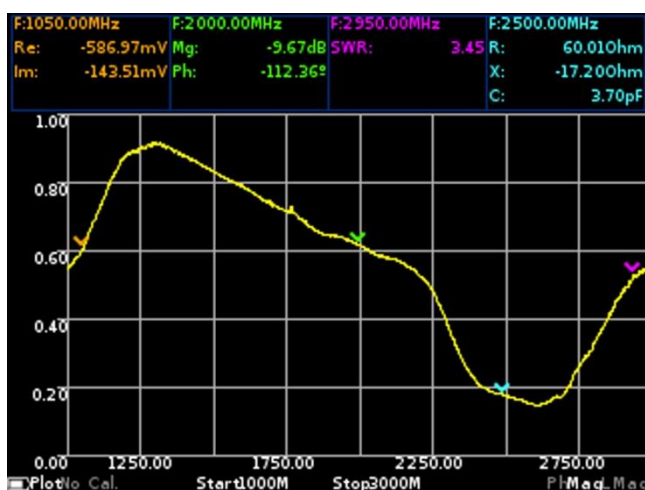

Рисунок 10.4 – Линейный график магнитуды КО
10.4.1. На данном графике отображается зависимость магнитуды КО от частоты в линейном масштабе (Рисунок 10.4). На экране устройства отображается как **Mag**. Включение, выключение отображения данного графика на экране и его настройка, производится, как указано в п. 9.3.